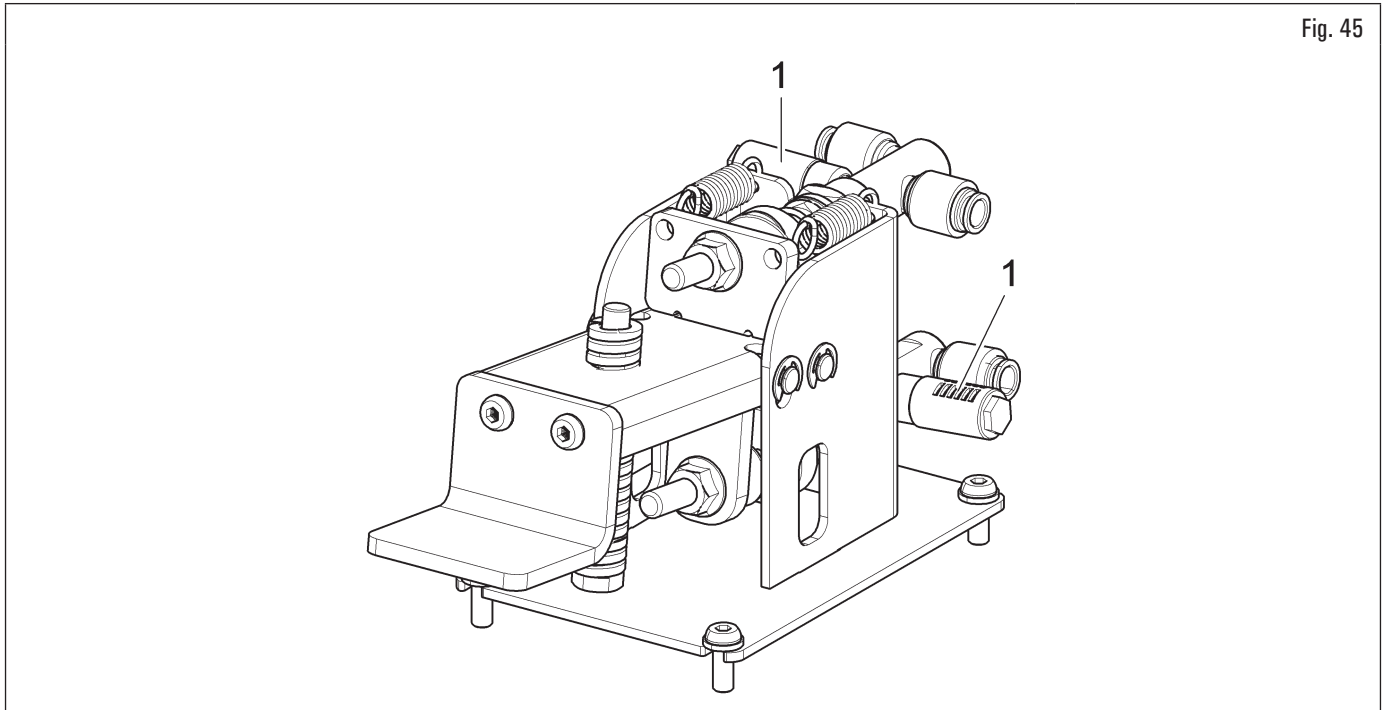

Fig. 45
2. svitare i silenziatori (Fig. 45 rif. 1) posti sui distributori di asservimento del pedale di gonfiaggio;